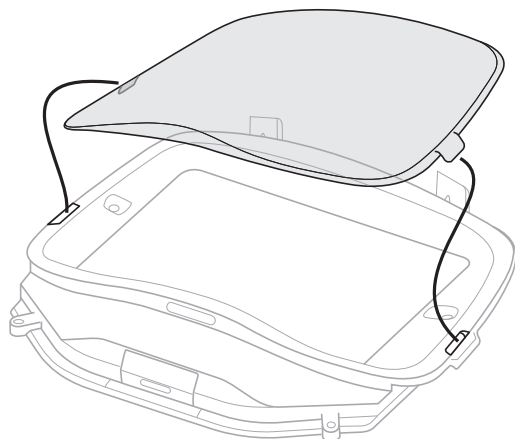

Fig. 21c
- c. Retira la placa de protección exterior deslizando un clavo alrededor del borde, junto de las lengüetas de bloqueo, y haz palanca para sacarlo. Saca la placa de protección interna levantándola ligeramente y deslizándola hacia arriba y afuera de las ranuras de canal (Fig. 21c y 21d).